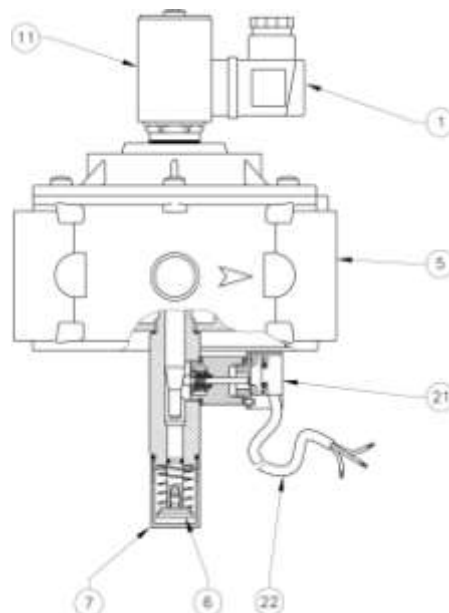

Рис. 6
Клапан (Рис. 6) состоит из: электрический коннектор (1), корпус клапана (5), рукоятка взвода (6), колпачок стержня механизма взвода (7), соленоид (11), индикатор положения (21), соединительный кабель (22).